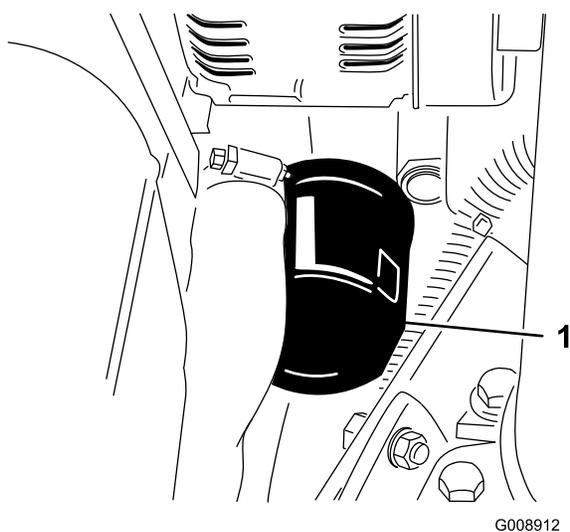

Figure 46
2. Déposez le filtre à huile (Figure 46). Appliquez une fine couche d'huile propre sur le joint du filtre de rechange avant de le visser en place. **Ne serrez pas excessivement.**